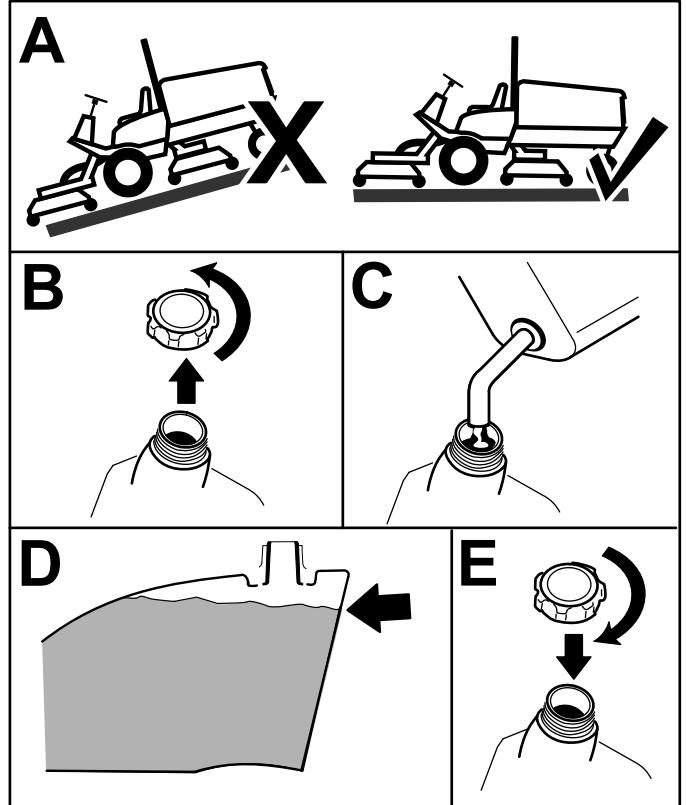

Figura 15
1. Aparque la máquina en una superficie nivelada (Figura 15).
2. Retire el tapón del depósito de combustible (Figura 15).
- Llene el depósito hasta que el nivel alcance de 6 a 13 mm por debajo de la parte inferior del cuello de llenado (Figura 15).
- Instale firmemente el tapón del depósito de combustible después de llenar el depósito (Figura 15).